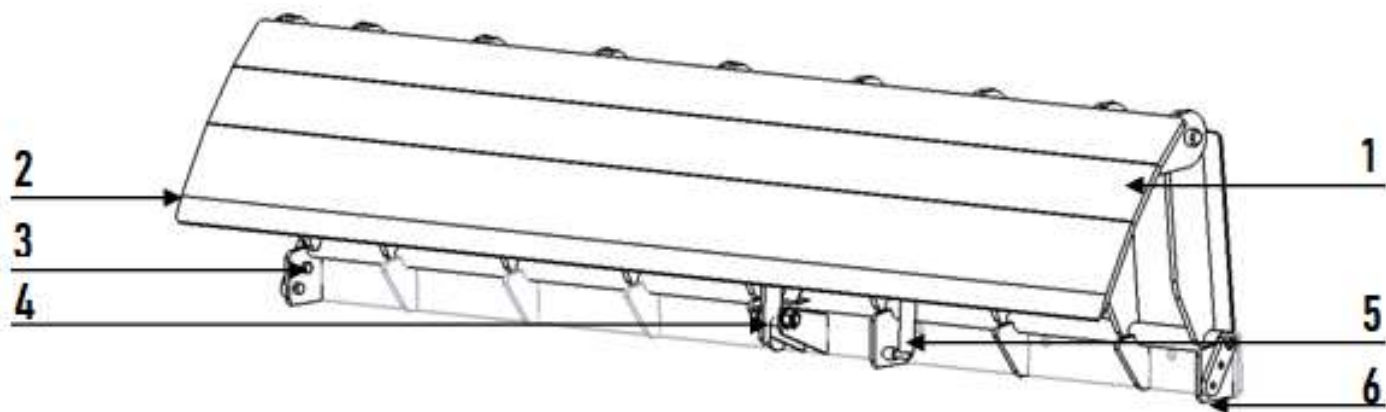

Рисунок 1 - Общий вид
Минидок (рис.1) состоит из: платформы (1) с козырьком (2), основания (3), упора (4), газовой пружины (5), фиксатора платформы (6) и рычага.